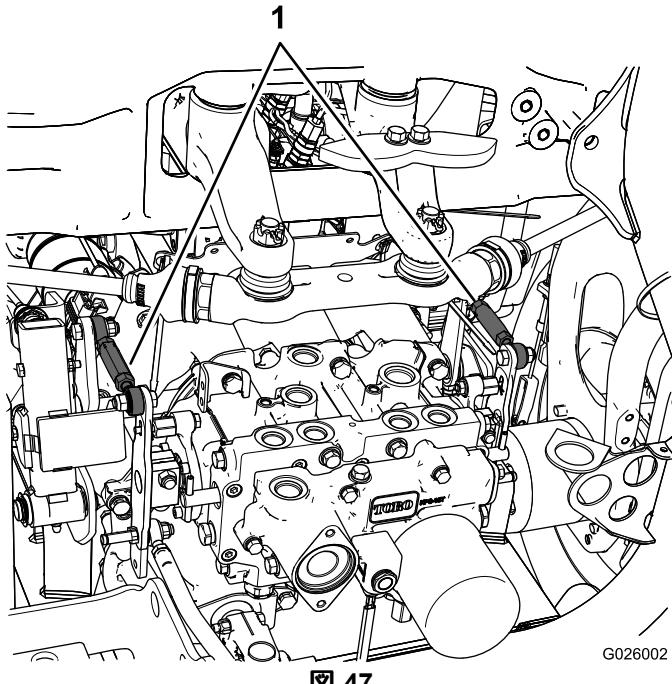

図 47
- 左後タイヤが回転している場合には、左側トランスミッション・コントロールロッドのジャムナットをゆるめる図 47。